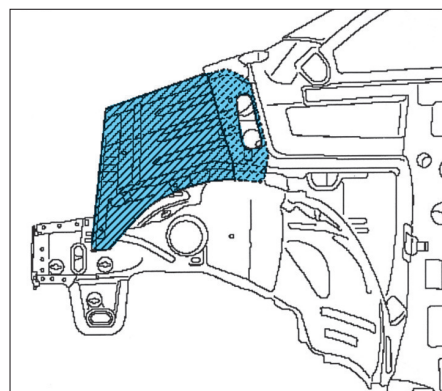

FIG. 10
- Découper et déposer la jambe de force par perçage (Fig.10).